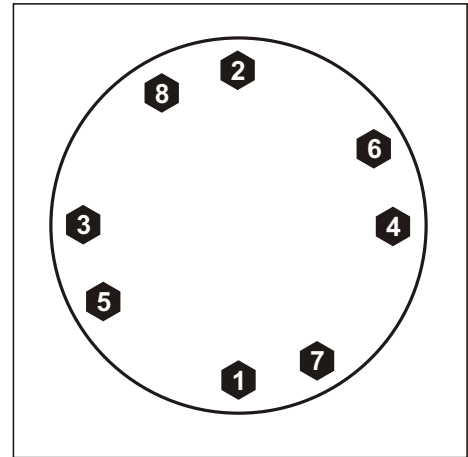

Рис. 104. Порядок затяжки болтов крепления маховика.
3. Наживить болты и затянуть рекомендуемым моментом в порядке, указанном на Рис. 104: